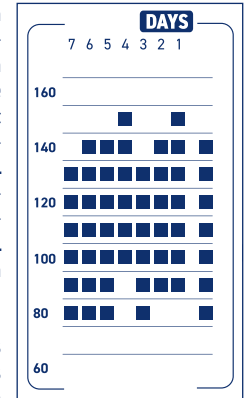

Bild 5
- Im rechten Teil des Displays erscheint ein Balkendiagramm, das die Messergebnisse der letzten 7 Tage anzeigt. Hier können Sie den Verlauf Ihrer Blutdruckmesswerte verfolgen (Bild 5) Der rechte Balken zeigt die aktuelle Messung an. Links davon erscheinen die Balken für die 7 Tage davor. Wurden an einem Tag mehrere Messungen durchgeführt, wird der Durchschnittswert aus diesen Messungen angezeigt. Wurden an einem Tag keine Messungen durchgeführt, bleibt die Spalte leer.